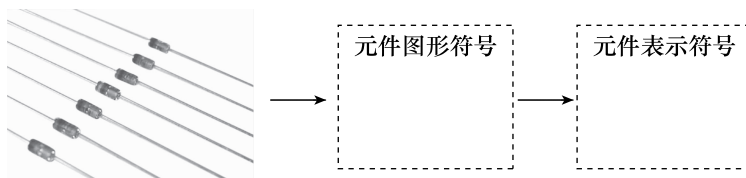

图 1-13 开关二极管
(7) 如图 1-13 所示, 将开关二极管的图形符号、表示符号填入对应方框中。